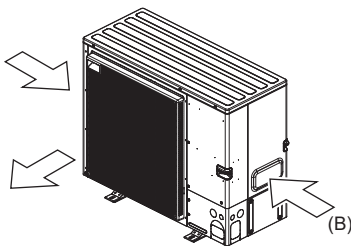

Fig. 2-6
- (3) Se possibile, posizionare l'unità in modo che la bocca di uscita soffi perpendicolarmente alla direzione del vento stagionale. (Fig. 2-6)